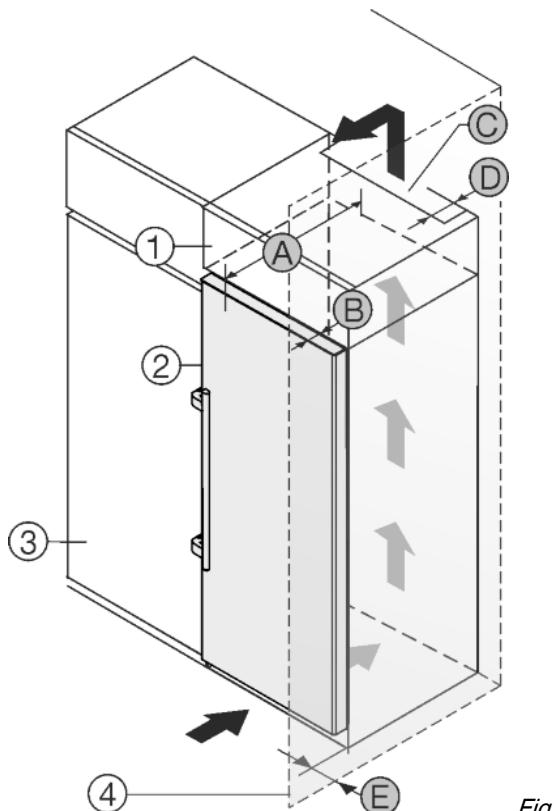

Fig. 30
Устройство может быть окружено кухонными шкафами. Чтобы уравнять устройство Fig. 30 (2) по высоте с кухонной стенкой, можно установить над устройством дополнительный шкафчик Fig. 30 (1).
Установить устройство можно непосредственно рядом с кухонным шкафом Fig. 30 (3). Чтобы можно было полностью открыть двери, устройство должно выступать на глубину Fig. 30 (B) относительно передней стенки кухонного шкафа. В зависимости от глубины кухонных шкафов и использования пристенных распорок устройство может выступать и больше.
- На задней стенке дополнительного шкафчика должен быть вентиляционный канал с глубиной Fig. 30 (D) по всей ширине этого шкафа.
- Нужно соблюдать вентиляционное отверстие Fig. 30 (C) под нижней панелью.
Если устройство установлено на шарнирах у стены Fig. 30 (4), то нужно соблюдать расстояние Fig. 30 (E) между устройством и стеной. Настолько выступает ручка при открытой дверце.